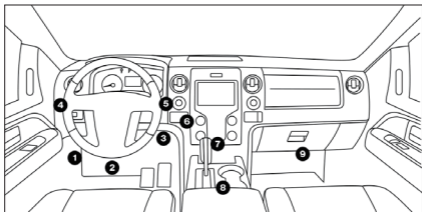

図 3.1.2
- 多くの車両の DLC は、図 3.1.2 でラベル付けされた位置に配置されています。一部分の DLC は、プラスチックカバーがあるので、接続する前に取り外す必要のありますが、一部分はヒューズパネルの近くに隠されています。DLC の検索で問題が発生した場合は、車両のサービスマニュアルを参照しますか、特定の車両情報 (VIN など) をお知らせください。